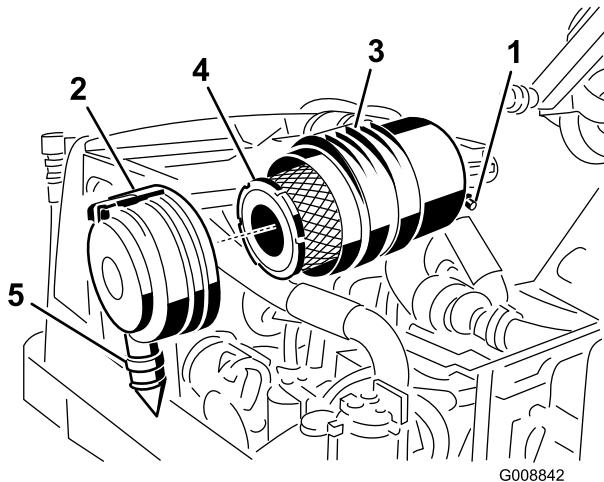

Bild 54
Warten Sie den Luftfilter nur, wenn die Wartungsanzeige dies angibt (Bild 54). Das frühzeitige Auswechseln des Luftfilters erhöht nur die Gefahr, dass Schmutz in den Motor gelangt, wenn Sie den Filter entfernen.
1. Ziehen Sie den Riegel nach außen und drehen Sie die Luftfilterabdeckung nach links (Bild 54).
2. Entfernen Sie den Hauptfilter (Bild 54). Das Reinigen eines verwendeten Elements wird nicht empfohlen, da das Filtermedium beschädigt sein könnte. Prüfen Sie den neuen Filter auf Versandschäden, prüfen Sie das Dichtungsende des Filters und des Körpers. Verwenden Sie nie ein
- 3. Wechseln Sie den Hauptfilter aus (Bild 54).
- 6. Setzen Sie die Abdeckung ein, richten Sie das Gummiauslassventil (Bild 54) nach unten, ungefähr